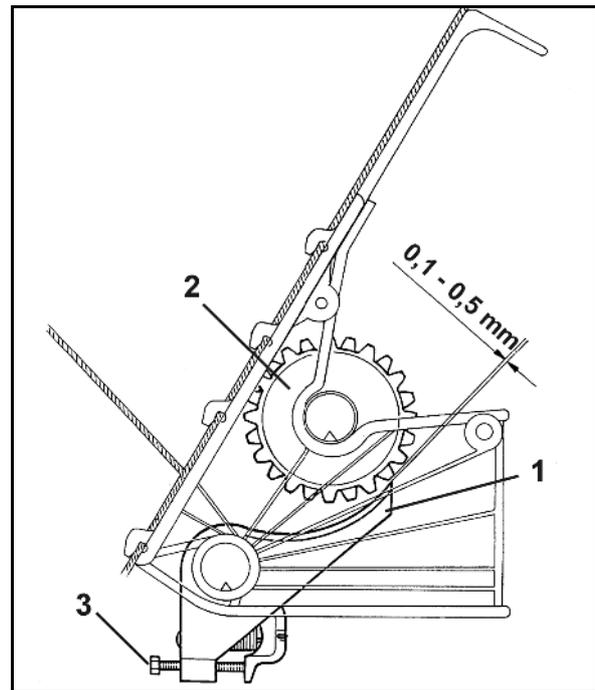

Fig. 43
3. Vérifiez si les clapets de fond (Fig. 43/1) fonctionnent aisément.
4. Vérifiez si l'écartement prescrit de 0,1 mm à 0,5 mm entre le clapet de fond (Fig. 43/1) et la roue distributrice (Fig. 43/2) est bien respecté dans chaque carter de distribution. En même temps faites tourner manuellement la roue distributrice sur son arbre.
5. En cas d'écart, agissez sur la vis de tension du ressort (Fig. 43/3) pour régler la distance prescrite.